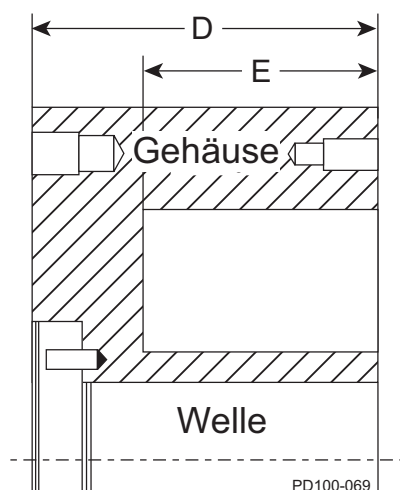
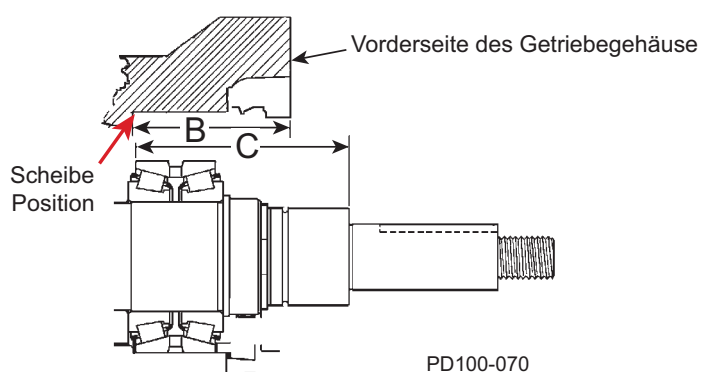

Abbildung 28 - Maße D und E
Abbildung 29 - Maße B und C
- Ist eine Berechnung der korrekten Shims für Austauschwellen, für Lager oder für beides erforderlich, siehe Abbildung 29 und Abbildung 28. Führen Sie die Messungen und Berechnungen mit einer Genauigkeit von drei Dezimalstellen durch (z. B. 0,059).
- Messen Sie „B“ im Getriebegehäuse und „C“ an der Welle (Abbildung 29).
- Messen Sie „D“ und „E“ am Gehäuse (Abbildung 28).
(Legenden für beide Abbildung 28 und Abbildung 29)